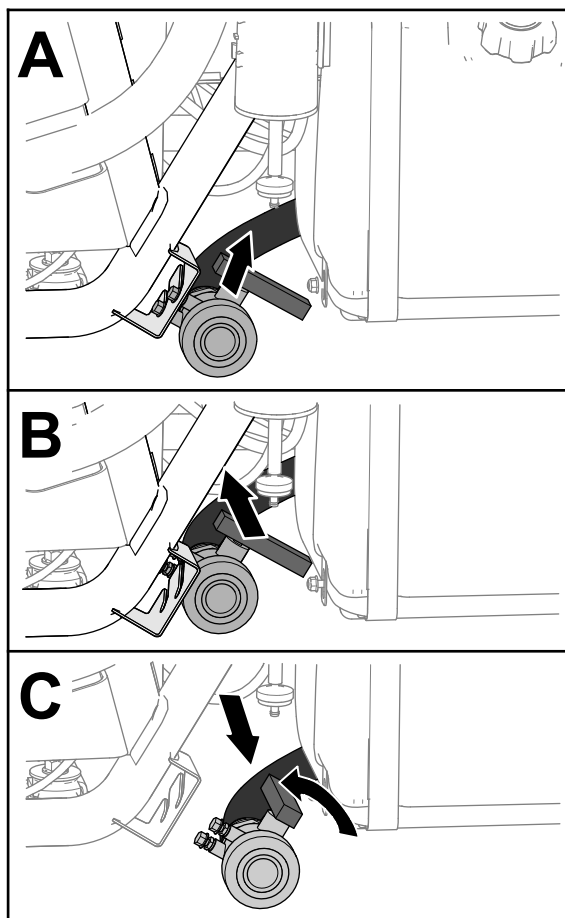

Figure 26
2. Trouvez l'emplacement du robinet de vidange de la cuve sur le côté gauche de la machine, devant le réservoir de carburant (Figure 26).
3. Soulevez le robinet et déplacez-le vers l'intérieur jusqu'à ce que les goujons de montage soient dégagés des fentes dans le support, puis déplacez le robinet vers l'arrière (Figure 26).
4. Alignez l'extrémité du robinet et le bac de vidange, et tournez la poignée dans le sens antihoraire à la position ouverte (Figure 26).
5. Lorsque la cuve est complètement vide, tournez la poignée du robinet de vidange à la position fermée et replacez le robinet sur son support (Figure 26).